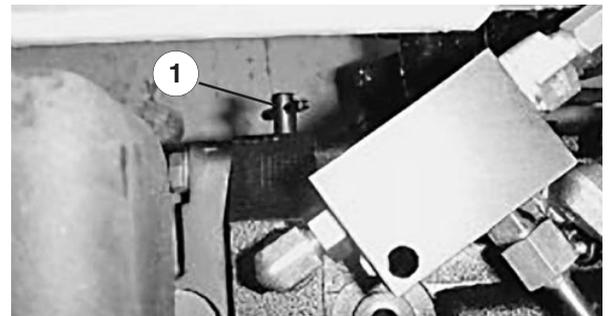

Bild 14
1. Drehen Sie das Sicherheitsventil an der Unterseite der Zugmaschine (Bild 14) eine halbe oder ganze Drehung gegen den Uhrzeigersinn. Bei geöffnetem Ventil wird im Getriebe ein interner Durchgang geöffnet, wodurch keine Berührung mit dem Getriebeöl erfolgt. Weil das Öl umgangen wird, lässt sich die Zugmaschine ohne Schäden am Getriebe bewegen.